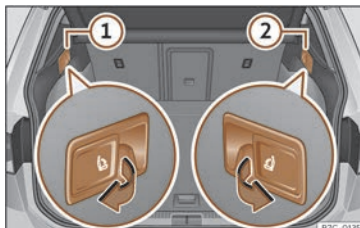

Fig. 104 Al maleter: palanques per al desbloqueig a distància de les parts esquerra (1) i dreta (2) del respall del darrere.
- Estireu la palanca de desbloqueig »» **fig. 104** del respall que voleu abatre.